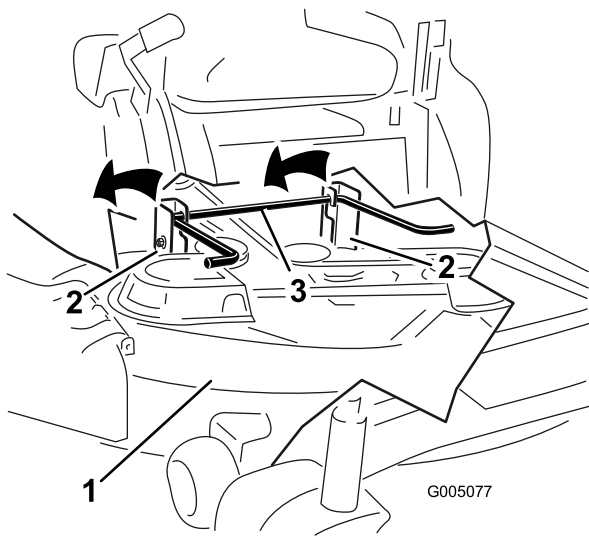
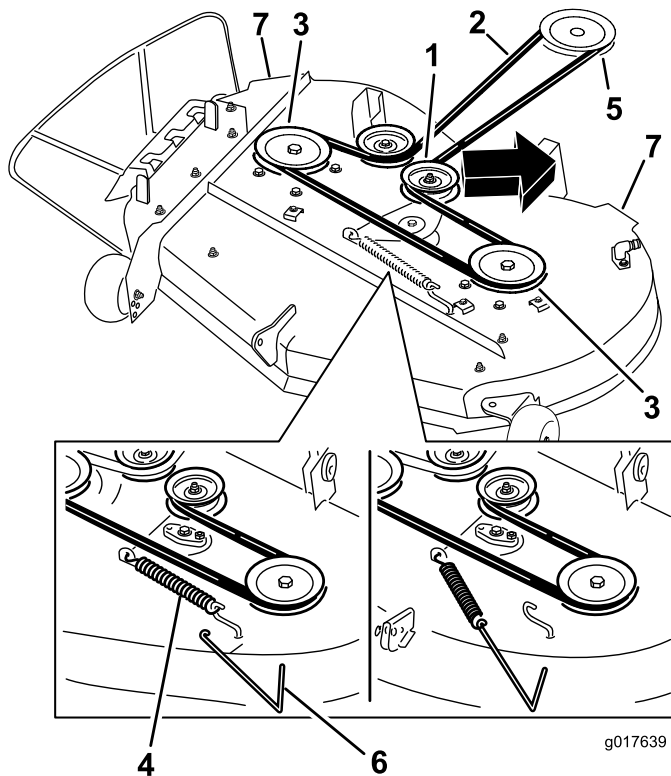

Figura 55
Figura 56
5. Usando las asas de la carcasa de corte, eleve la carcasa de corte y separe ésta y las pletinas de suspensión de la varilla de elevación trasera; luego baje el cortacésped con cuidado al suelo (Figura 55 y Figura 56).
4. Usando una herramienta para la retirada de muelles (Pieza Toro N° 92-5771), retire el muelle tensor del gancho de la carcasa para eliminar la tensión de la polea tensora, y retire la correa de las poleas (Figura 56).
5. Pase la correa nueva alrededor de las poleas del motor y del cortacésped (Figura 56).
muelle tensor sobre el gancho de la carcasa y tense la polea tensora y la correa (Figura 56).
5. Eleve la parte trasera de la carcasa de corte y coloque los soportes sobre la varilla de elevación trasera (Figura 55).